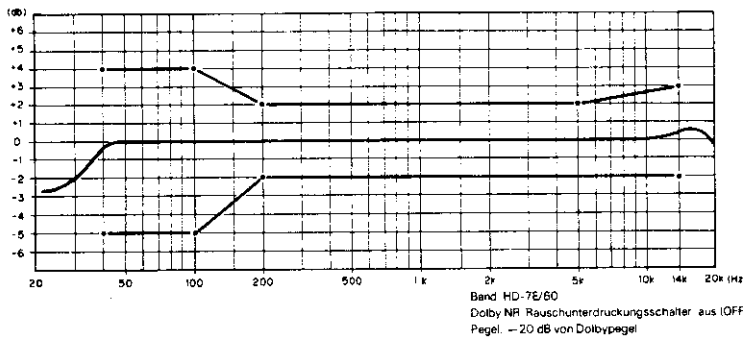

Abb. 4-2
| 3         | Aufnahme/Wiedergabe-Frequenz | HD7E/601 kHz, -40 dB10 kHz, -40 dB | Abb. 4-2     | REC. PLAY↓PLAYBACK | RT-103 (L)RT-203 (R) | Abwechselnd 1 kHz und 10 kHz aufnehmen. Jeden Regler so einstellen, daß der Ausgang bei 10 kHz-Wiedergabe 0,5 dB gegenüber dem Ausgang bei 1 kHz-Wiedergabe ist. |
| 4         | REC GAIN                         | HD7E/601 kHz, -30 dB                   | Abb. 4-2     | REC. PLAY↓PLAYBACK | RT-108 (L)RT-208 (R) | Jeden Regler so einstellen, daß der Wiedergabe-Ausgang gleich ist wie der Aufnahme-Ausgang.  |